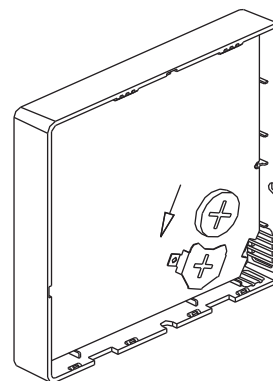

Fig. 4 — Mise en place de la batterie
8. Raccordez le câble de commande à l'arrière du contrôleur, installez la batterie au lithium 3-V (CR2032) (fig. 4), et montez l'arrière du contrôleur sur la plaque de montage. Reportez-vous à la fig. 4.